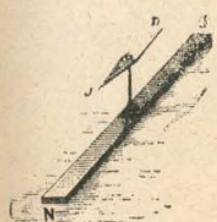

Fig. 193.—Orientación de una aguja imantada en el plano de un imán.
5. **Imán terrestre.**—Cuando se coloca una aguja imantada, arriba de un imán fijo NS (fig. 193), la aguja toma la dirección del imán, de modo que sus polos de nombre contrario coincidan. Se explica por lo tanto la orientación de la aguja imantada bajo la acción de la tierra, considerando ésta como un imán inmenso, cuyos polos (*polos magnéticos*) difieren poco de los polos geográficos. Si llamamos pues *austral* el polo magnético terrestre que está al Sur,